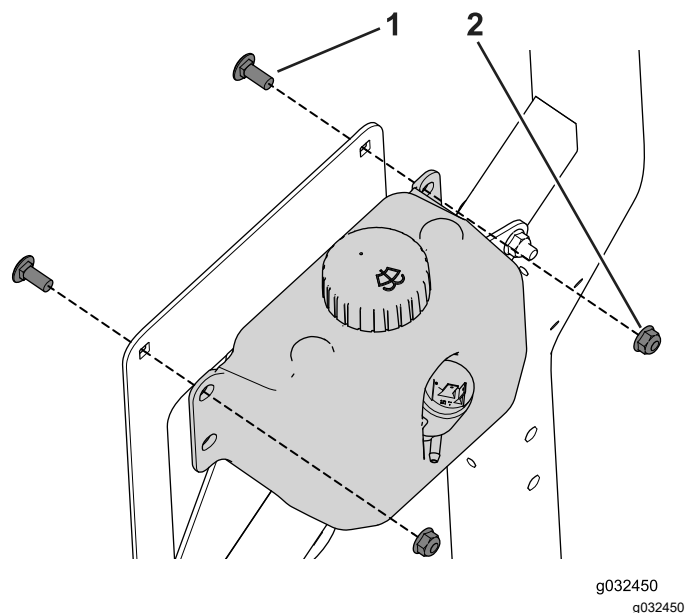

Figure 34
3. Fixez le réservoir de lave-glace au support à l'aide des 2 boulons de carrosserie (5/16 x 3/4 po) et écrous à embase (Figure 34).